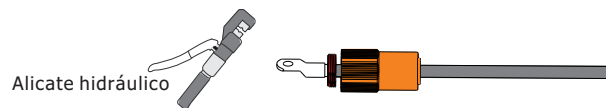

Figura 4.2-3
Paso 2: Crimpe el terminal metálico, como se muestra en la Imagen 3.5, y en la Figura 4.2-3.